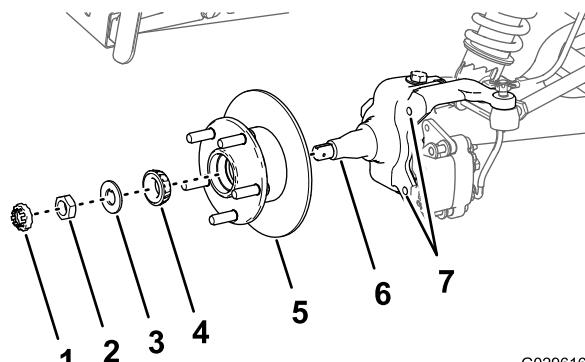

Figura 33
1. Lubrificate leggermente il mandrino con il grasso specificato (Figura 33).
2. Montate il mozzo e il rotore sul mandrino con il rotore verso l'interno (Figura 33).
3. Montate il cuscinetto esterno sul mandrino e inserite il cuscinetto sull'anello esterno (Figura 33).
4. Montate la rondella di sicurezza sul mandrino (Figura 33).
5. Avvitate il dado del mandrino sul mandrino e serrate il dado mentre ruotate il mozzo (Figura 33).
2. Allineate le pastiglie dei freni su ciascun lato del rotore (Figura 29) e i fori sulla staffa della pinza con i fori sul supporto del freno del telaio del mandrino (Figura 33).